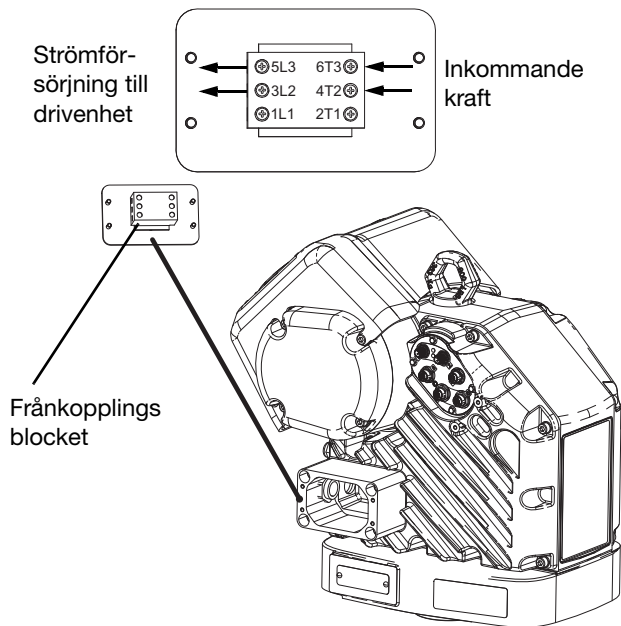

FIG. 5: Terminalanslutningar
OBS! Inuti kopplingslådan är strömkablarna till drivenheten anslutna till terminalerna 3L2 och 5L3 på frånkopplings blocket. Se **FIG. 5** gällande terminalplatser.
4. Se **FIG. 5** och anslut ledningarna från nätssladden till terminal 4T2 och 6T3. Varje ledning kan anslutas till endera terminalen.